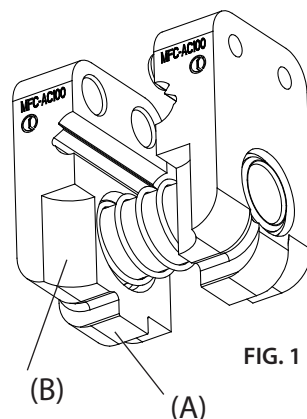

FIG. 1
- Wird der Druckablaßhebel (33) gedrückt, löst der Druckablaßstift das Zurückfahren des Kolben (13) und damit das Öffnen des Messers aus.
- Den Hebel (49) öffnen: Die Matrizen öffnen sich und der Leiter wird freigegeben.
2.5) Einführung der Matrizeneinheit (Siehe Bild 1 und 2)
- Der Bolzen (16) rausziehen und die Matrizeneinheit von oben in das Werkzeug einführen so das die Führung (A) in der Boden des Kopfes einrastet. Die Vertiefung (B) an der Vorderseite der Matrize muss auf das Schneidmesser (15) gerichtet sein.
- Den Bolzen (16) vollständig bis zum Anschlag einführen. **Das Positionieren der Matrizeneinheit innerhalb des Werkzeugkopfes kann nur in eine Richtung erfolgen: Bei nicht korrektem Positionieren kann der Bolzen (16) nicht eingeführt werden.**
- Um die Matrizeneinheit zu entfernen muss de Sperrhebel (49) gelöst und der Bolzen (16) gezogen werden. Anschließend kann die Matrizeneinheit von oben entnommen werden.